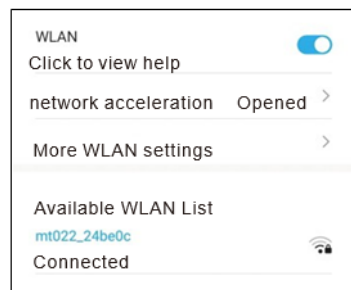

Figure1
2.2 Saisissez les informations de votre compte. (Voir figure 1)
Lorsque votre téléphone Android affiche un message indiquant que le réseau Wi-Fi est indisponible et vous demande si vous souhaitez changer de réseau, sélectionnez Annuler. L'autorisation d'accès à la localisation doit être activée. Voir figure 1.